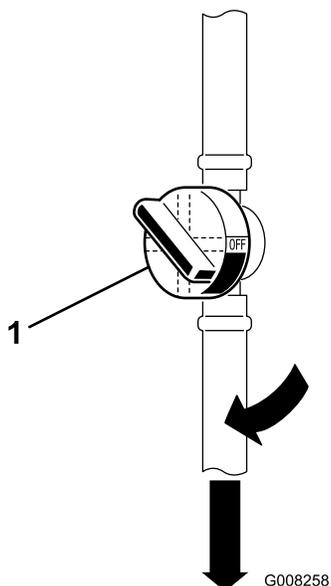

Figura 8
- Abra la válvula de cierre de combustible que se encuentra entre el depósito de combustible y el motor (Figura 8).